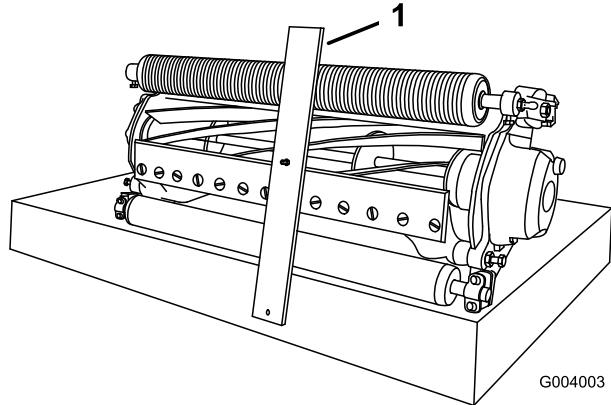

Figura 17
3. Prenda a cabeça do parafuso à extremidade cortante da lâmina de corte e apoie a extremidade traseira da barra no rolo traseiro (Figura 17).